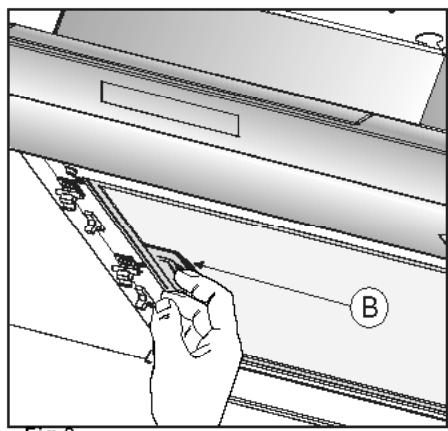

Fig. 6
- + Для более легкого монтажа кухонной вытяжки перед началом этой операции снимите фильтр-жироуловитель В (Рис. 6).
Потяните за ручку **B**, как показано на рис. 6.